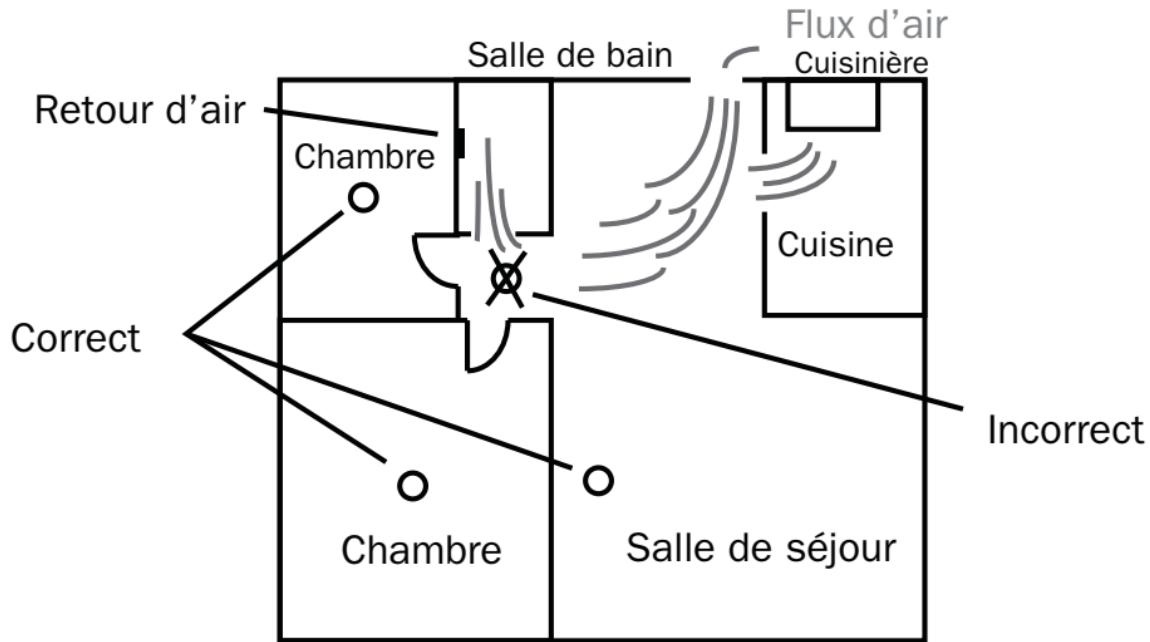

Figure 3: Emplacement recommandé pour des détecteurs de fumée pour éviter les courants d'air transportant des particules de combustion.
- Dans les courants d'air passant dans les cuisines. La figure 3 montre comment un détecteur peut être exposé à des particules de combustion dans le passage normal de courants d'air, et comment remédier à cette situation.